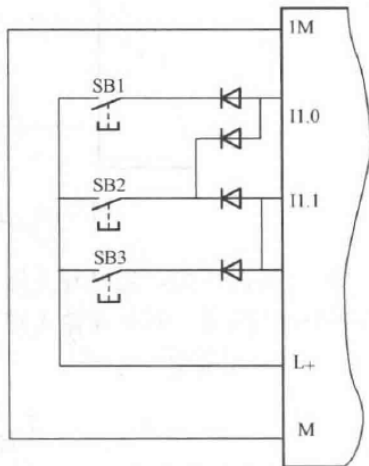

图 5-19 译码输入法
2) 译码输入法。对在工艺上绝对不可能同时出现的开关信息，用二进制译码的方法扩展输入点，如图 5-19 所示。